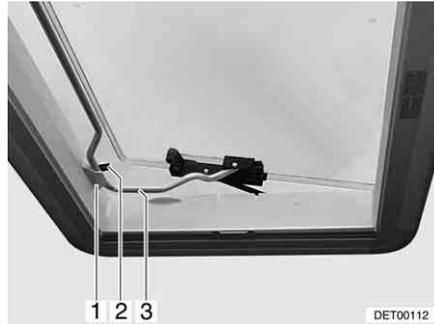

Bild 67 Heki-Dachhaube in Lüftungsstellung 2
- Bügel (Bild 67,3) in die Halterung (Bild 67,1) einlegen.
- Hebel (Bild 67,2) über den Bügel legen.